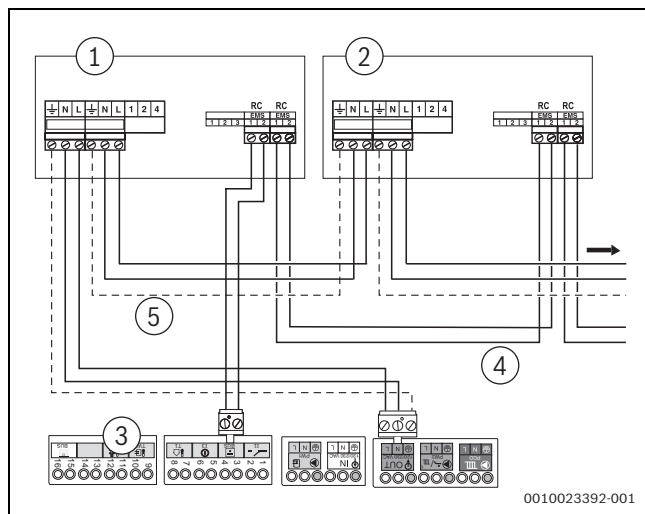

Fig. 50 Collegamento di più moduli funzione
- Utilizzare il collegamento bus EMS del primo modulo per il secondo modulo. Utilizzare a tale scopo il cavo fornito in dotazione al modulo (→ fig. 50, [4], page).